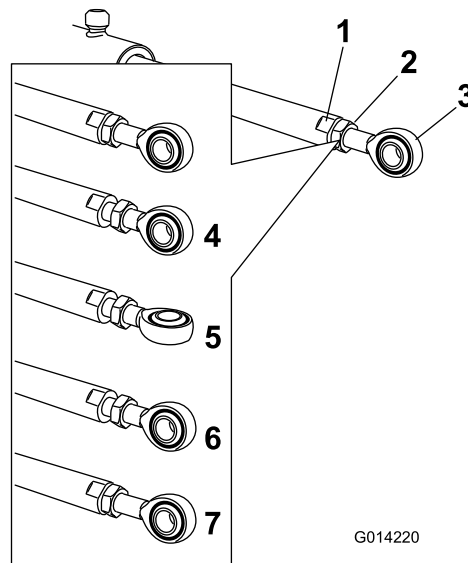

**Figura 105**
2. Togliete la coppiglia dal perno di articolazione (Figura 105).
3. Sollevate la barra, togliete il perno (Figura 105) e fate scendere lentamente la barra a terra.
9. Tenete ferma la barra e inserite il perno attraverso il perno della barra e l'asta dell'attuatore (Figura 105).